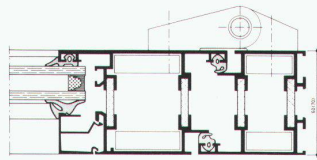

Fig. 1
a) Ein neues Türprogramm (Fig. 1) für ein- und zweiflügelige Türen mit allen Öffnungsarten (einwärts, auswärts, wechselseitig). Ausführung mit oder ohne Schwelle und kombinierbar mit dem übrigen Alisol-2-Programm: Anschlagtüren, Halbpendeltüren, Pendeltüren, Fallschiebetüren.